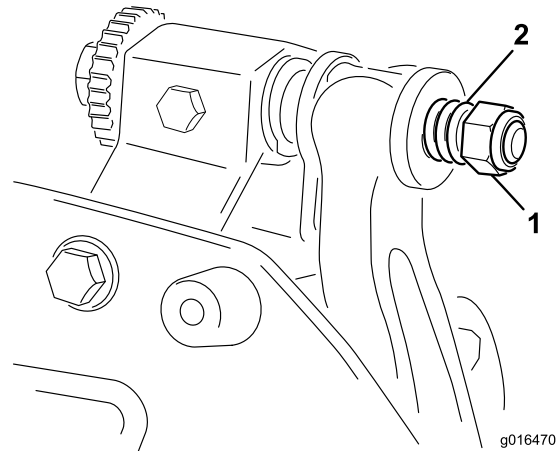

Figura 16
- Apriete la tuerca de tensado del muelle hasta que el muelle esté comprimido del todo, luego aflójela 1/2 vuelta (Figura 16).